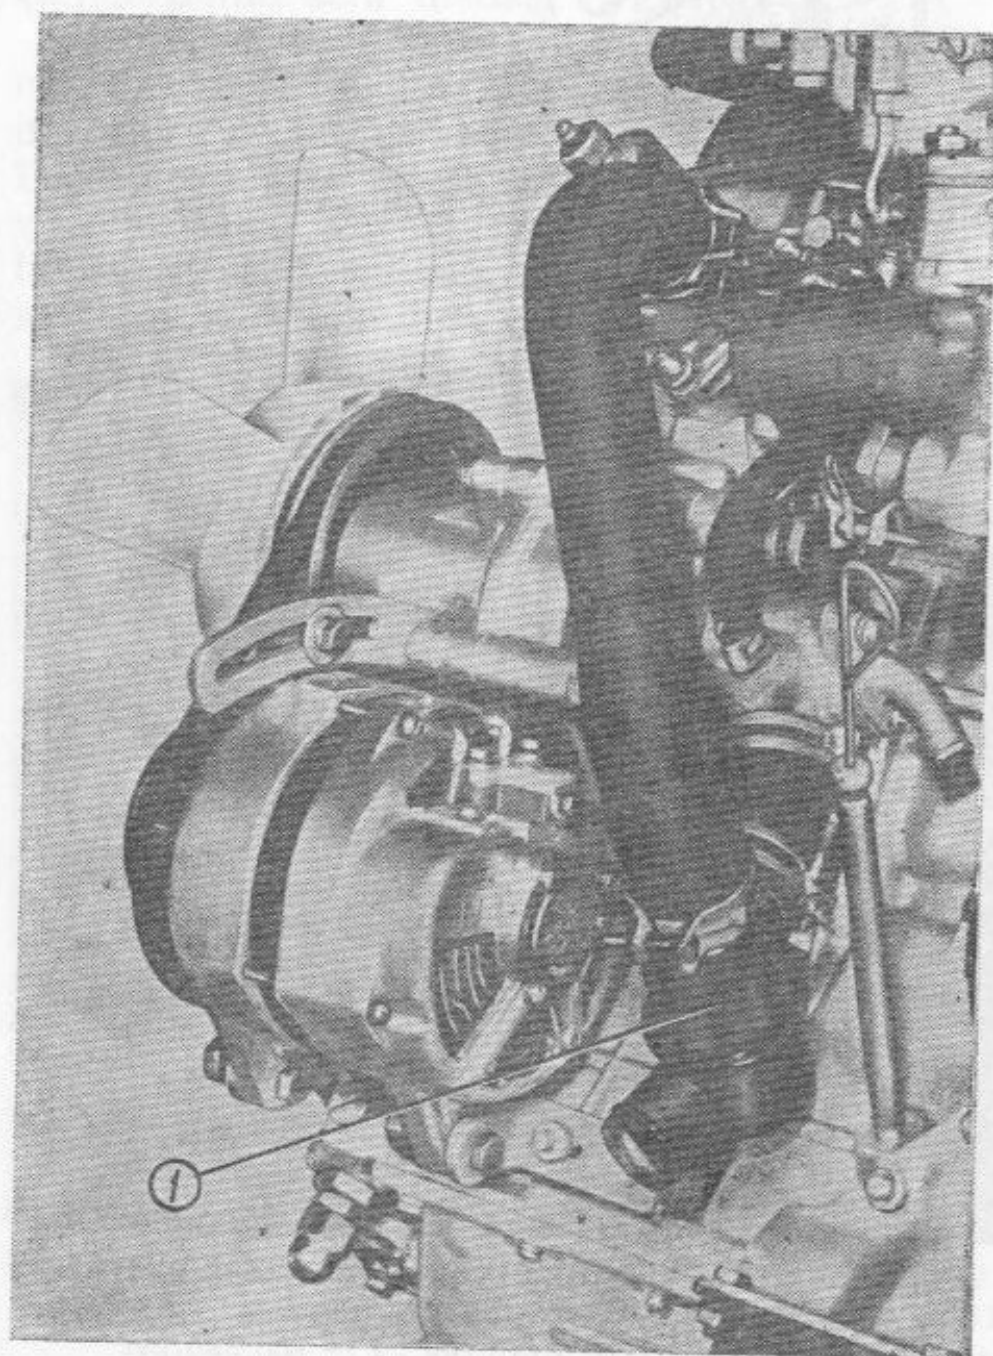

Bild 48. Anordnung der Ablassschraube am unteren Wasserkasten des Kühlers:
1. Ablassschrauben einschrauben und Kühlsystem mit reinem Wasser füllen. Motor anlassen und laufen lassen, bis die Kühlwassertemperatur $85-90^{\circ}\text{C}$ erreicht, bei der das Ventil des Thermostats 1 (Bild 48) sich öffnet, und Motor noch 2—3 min arbeiten lassen.